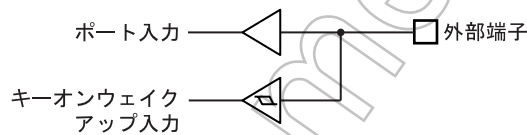

図 13-2 キーオンウェイクアップ入力とポート入力
- 注 3) キーオンウェイクアップ入力とポート入力は入力回路が別系統となりますので、入力電圧のしきい値がそれぞれ異なります。従って STOP モード起動前にポート入力によって確認した値は、キーオンウェイクアップ入力の検出レベルと異なる場合があります。(図 13-2)